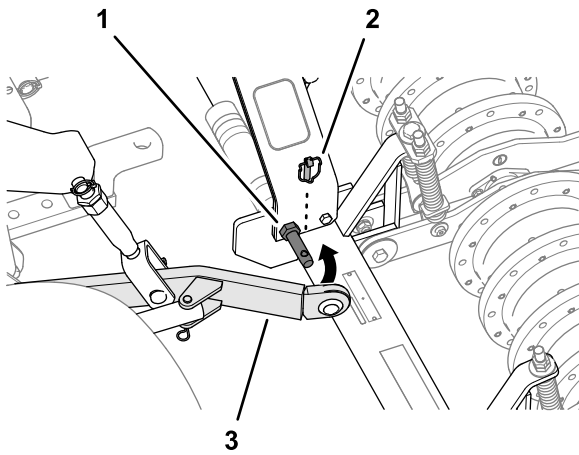

Figura 17
- Coloque el aireador de manera que con los brazos de enganche inferiores de la unidad de tracción queden alineados con los pasadores de los brazos de elevación del aireador (Figura 17).
5. Monte los brazos de enganche inferiores en los pasadores de los brazos de elevación y sujete los brazos con los pasadores de seguridad (Figura 17).